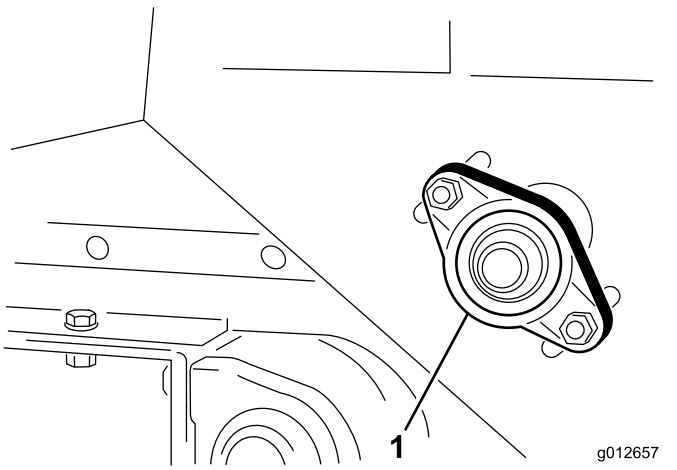

Figura 38
1. Allentate i dadi che fissano l'alloggiamento del cuscinetto (Figura 38) al lato destro della macchina.